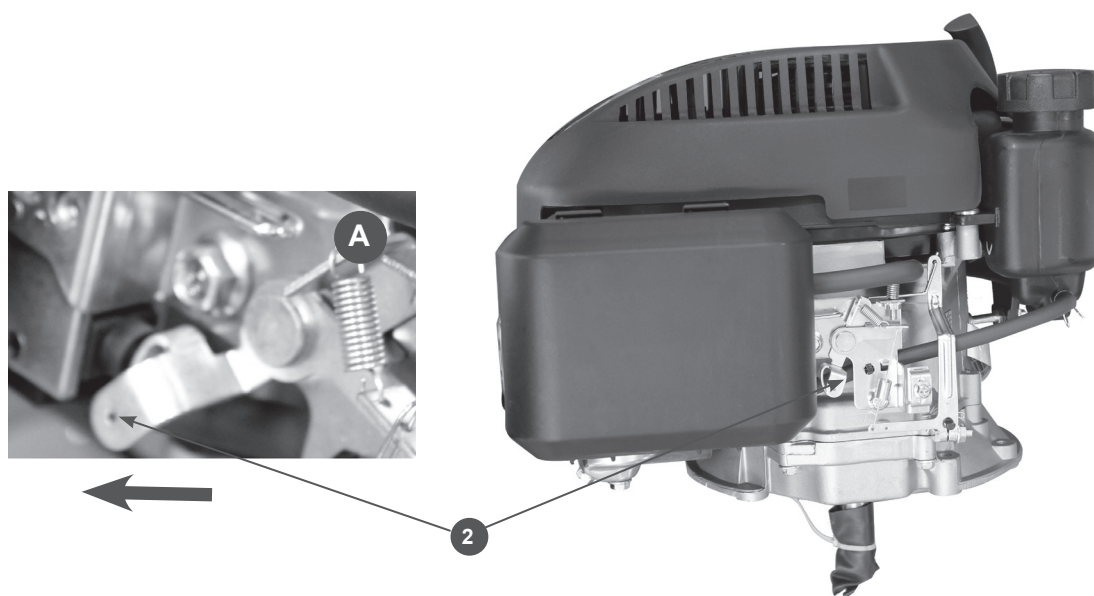

Рис.3
Рычаг управления работой двигателя(2) Рис.3. При запуске двигателя рычаг устанавливается в крайнее правое положение. Для остановки двигателя рычаг устанавливается в крайнее левое положение. Рычаг воздействует на микровыключатель (Рис.3А), который разрывает электрическую цепь системы зажигания, двигатель останавливается.